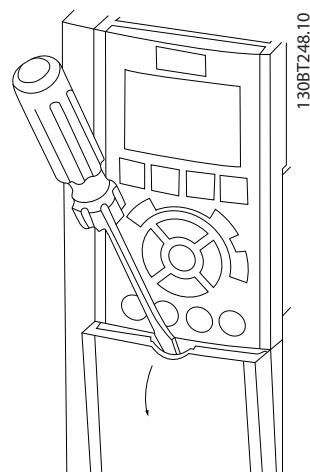

図 2.9 A2、A3、B3、B4、C3 および C4 エンクロージャーのコントロール配線アクセス
- ドライバーでアクセス・カバー・プレートを取り外します。図 2.9 を参照